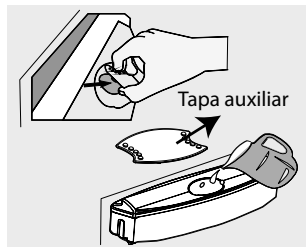

Figura 44
- Llene el tanque del dispensador como lo indica la figura 44, levantando la tapa tanque auxiliar.